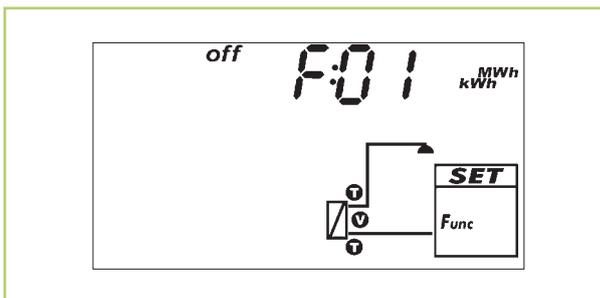

Abb. 10: Funktionen anzeigen
- Funktionsnummer, z. B. F:01 (Abb. 10)
- "off": Funktion ist deaktiviert (Abb. 10)